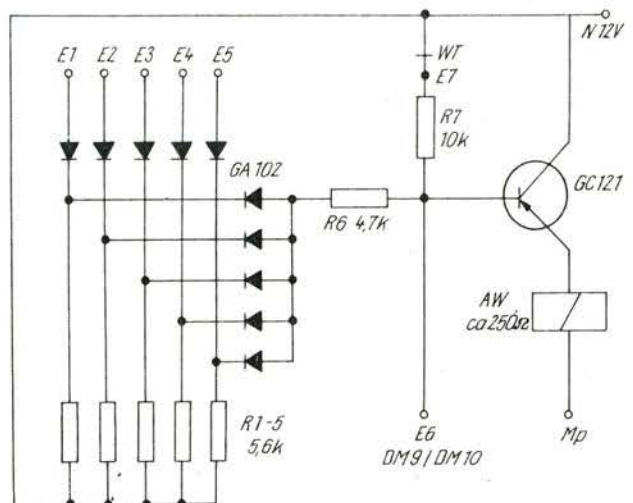

Bild 18 Anwahlrelais — Weichen
2.4.2.6. Anwahlrelais-Weiche (AW, Bild 18)